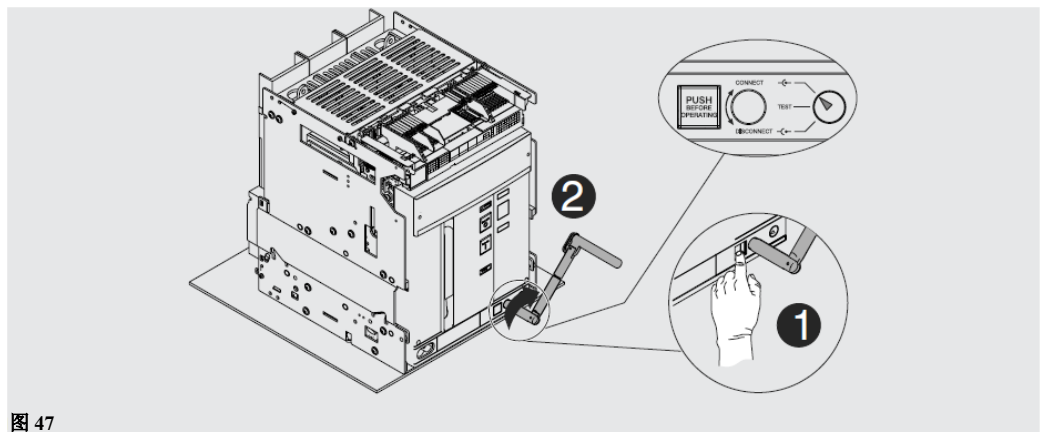

图 47
11. 按下锁定按钮，顺时针转动手柄，直到按钮伸出，信号装置指示断路器在 **CONNECT** 位置。见图 47。